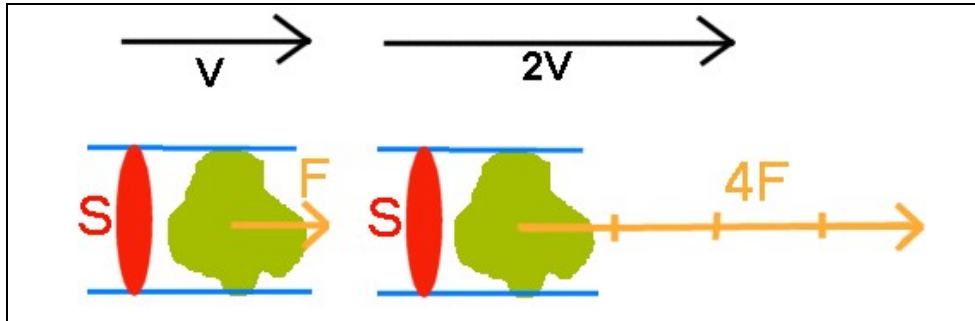

Figure A11 : Pour une surface identique, si par exemple la vitesse V du vent double alors la traînée F de l'objet soumis à ce vent quadruple.
(2) Pour la vitesse du vent, les choses sont un peu moins simples. La relation entre la vitesse du vent et la traînée n'est pas linéaire. Autrement dit, si cette vitesse augmente, la traînée augmente beaucoup plus. Plus exactement, la traînée augmente proportionnellement à la valeur de la vitesse élevée au carré. Voir figure A11. Plus concrètement, si la vitesse du vent (flux d'air) qui s'exerce sur l'objet augmente d'un facteur 2, la traînée est multipliée par 2 au carré = 4. **Question 015.**